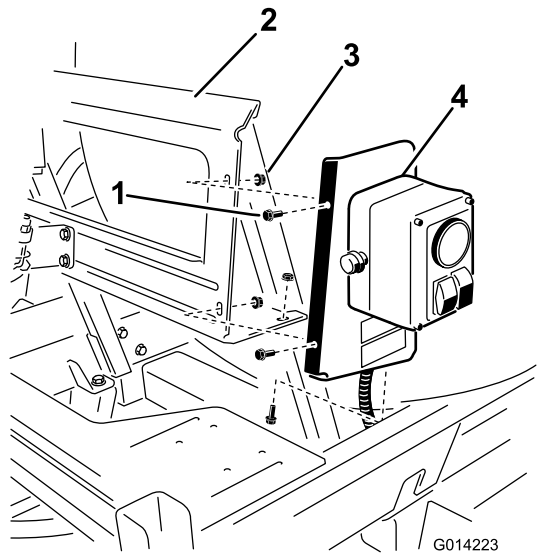

Figure 6
2. Fixez l'ensemble au support avec 3 boulons (1/4 x 5/8") et 3 contre-écrous (1/4"), comme montré à la Figure 6.